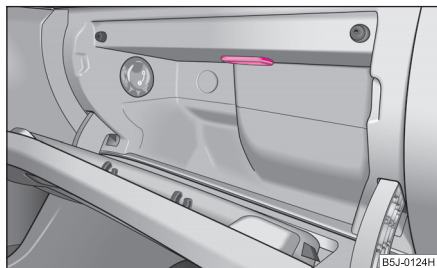

Fig. 178 Demontarea lămpii din compartimentul de depozitare de pe partea pasagerului din dreapta
- Introduceți un cuțit sau alt obiect asemănător lateral între lampă și torpedou ⇒ fig. 178. Dislocați cu atenție lampa.